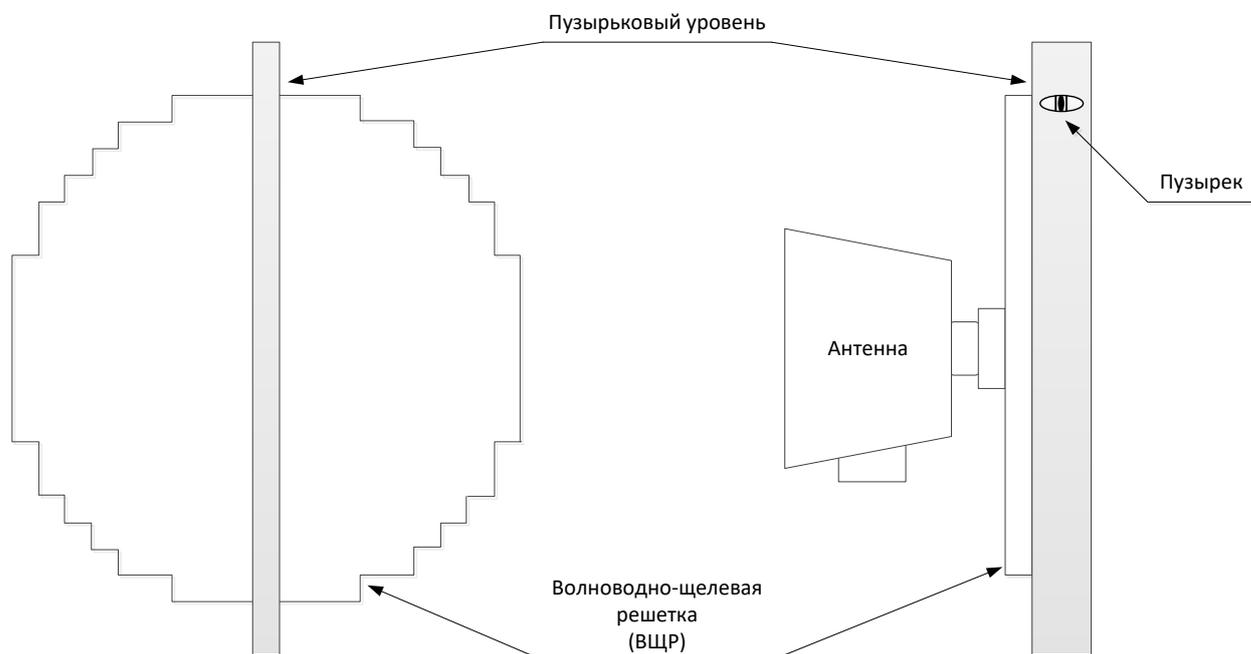

Рисунок 15 – Пузырьковый уровень, закрепленный на волноводно-щелевой решетке (ВЦР) антенны
8. На ПВК-2 кнопками  $\downarrow / \uparrow$ , при этом удерживая кнопку Shift, установите на экране ПВК-2 маркер на пункте П-ка тнг « 00.00 », и кнопками  $\leftarrow / \rightarrow$  при нажатой кнопке Shift установите такой поправочный коэффициент по тангажу, при котором «пузырек» (см. рисунок 15) будет строго по середине между рисками.